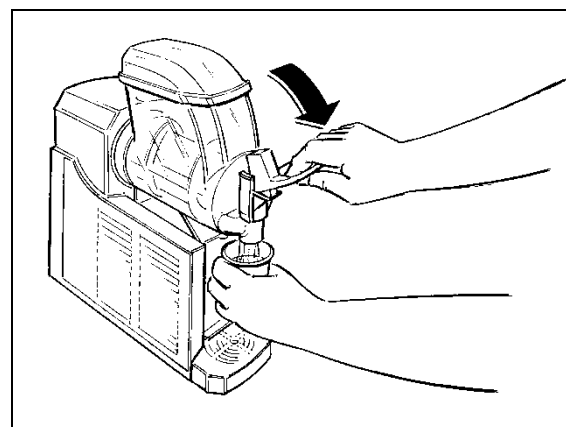

Fig. 26
- Une fois que le produit a atteint la consistance désirée, pour débiter, placer le verre sous le robinet et tirer le levier comme montré sur la figure 26.